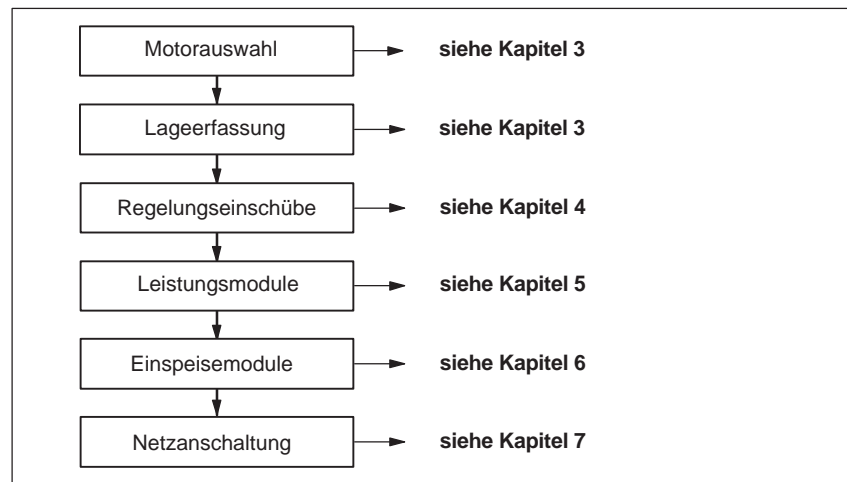

Bild 1-4 Auswahl der Komponenten
- Phase 1 Auswahl der Komponenten (siehe Bild 1-4)